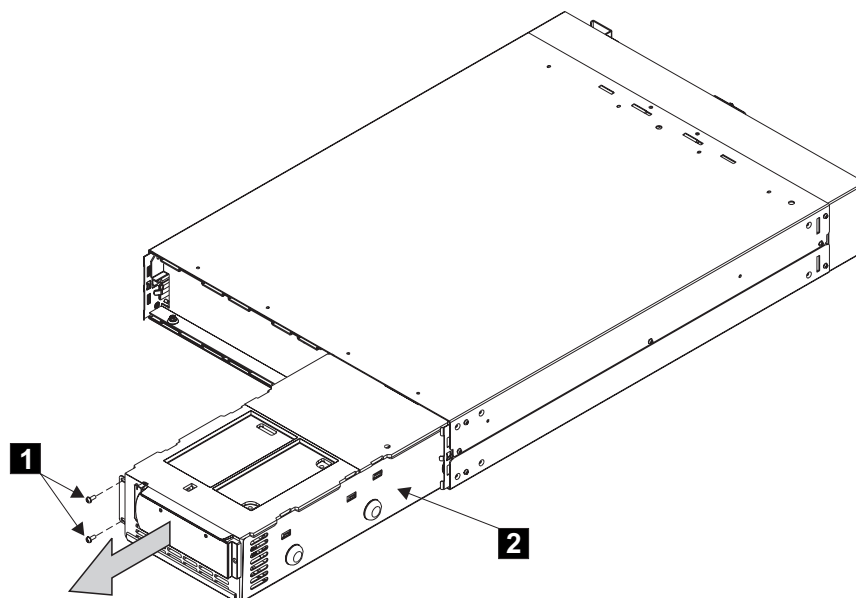

図 240. 2145 UPS からの電子装置の取り外し
4. 597 ページの図 240) に示すように、2 本のねじ (**1**) を除去します。
5. 電子部品アセンブリー ( 図 240 の **2** ) を 2145 UPS から引き出します。